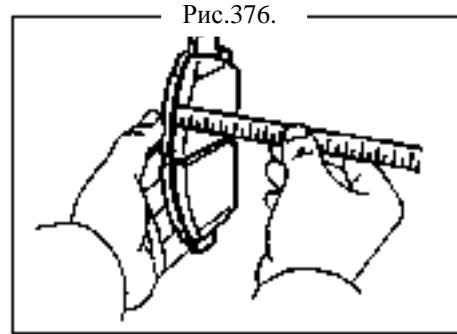

Рис.376.
14. Проверьте толщину колодок (рис.376).